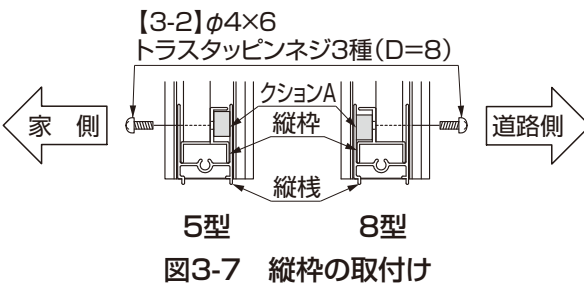

図3-7 縦柵の取付け
- 縦柵は5型・8型で、取付け向きが異なります。(図3-7)